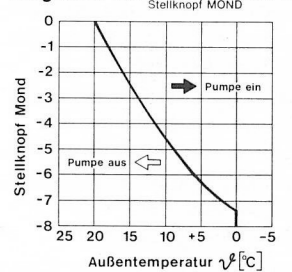

Bild 14 Zentralgerät ZBMP(t), Frontansicht mit Diagrammen
— Diagramm V, (Bild 14)
Mit dem Stellknopf MOND wird die durch die eingebaute Schaltuhr eingeschaltete Absenkung eingestellt. — Diagramm IV, Bild 14.
Einstellbeispiel siehe Diagramm III bzw. IIIa (Bild 14)
4.1.6 Schalter (Bild 14)
(Bild 14).